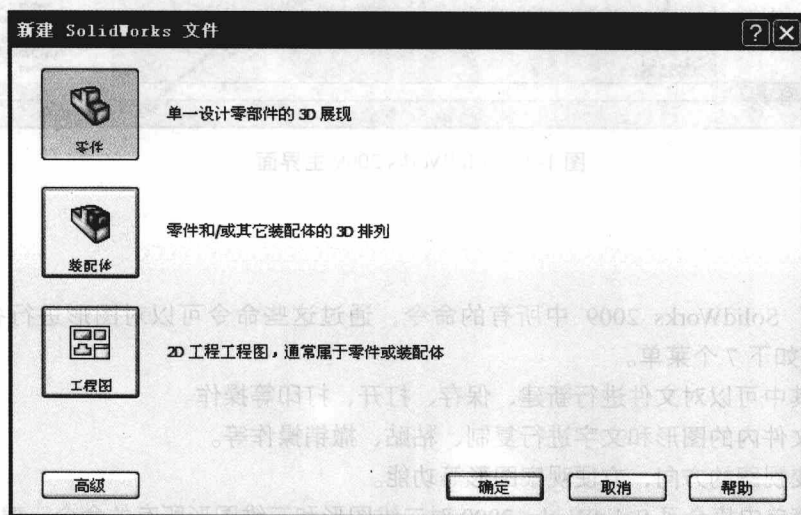

图 1-3 “新建 SolidWorks 文件”对话框
(1) 进入 SolidWorks 2009 主界面以后，单击【文件】→【新建】菜单命令，弹出如图 1-3 所示的对话框。
(2) 按键盘组合键【Ctrl+N】，新建文件。
(3) 单击右上角的“新建”按钮，新建文件。